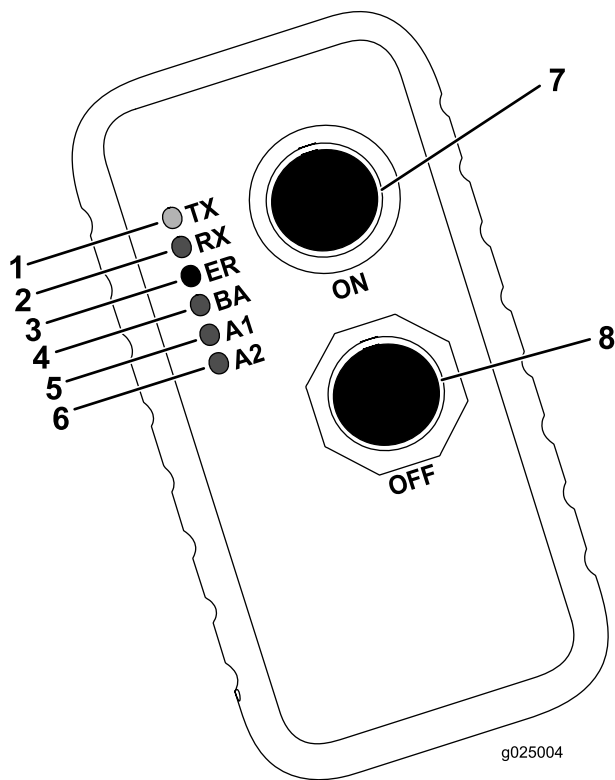

Figura 59
La tabla siguiente indica los diferentes estados de los indicadores del transmisor portátil (Figura 59) y su significado:
4. Pulse y mantenga pulsados simultáneamente los botones de Encendido y Apagado (Figura 59).
5. Mantenga pulsados los botones de Encendido y Apagado hasta que el indicador verde de transmisión (TX) empiece a parpadear (Figura 59).
6. Encienda la máquina sin dejar de pulsar los botones de Encendido y Apagado (Figura 59).
7. Suelte los botones de Encendido y Apagado (Figura 59).